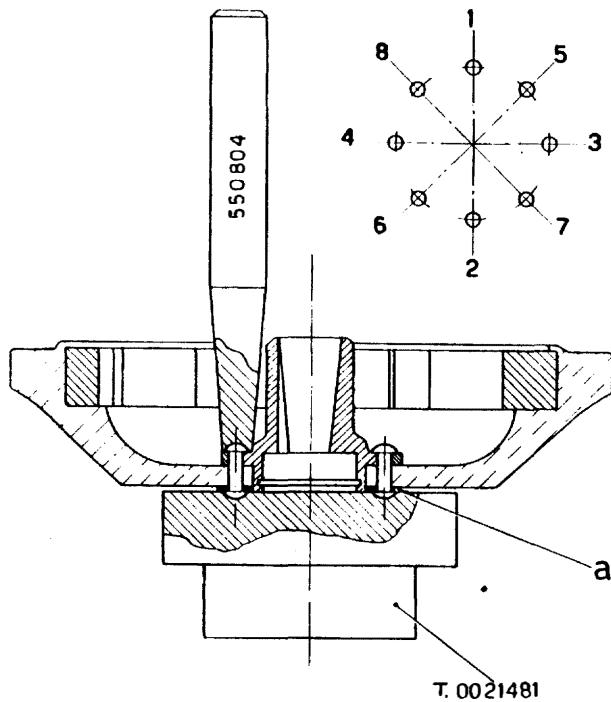

Fig. 22
3. - Remove the washer indicated by the letter «a» in fig. 22 and then extract the rivets using the punch 550805.
5. - Open out the internal diameters of the washer, indicated by «a» in fig. 22, to 4,5 mm. (For the above mentioned models of the Vespa G. S. open out the holes to dia. 5,5 mm).
Mount the washer on the external face of the rotor, the cam and oversized rivets then form the rivet heads as indicated in fig. 22 using the dolly T. 0021481 and punch 550804.
5. - Llevar a \varnothing 4,5 mm. los agujeros de la arandela «a» (ver fig. 22). Para las Vespas G. S. anteriormente citadas, llevar los agujeros a 5,5 mm. de diámetro. Montar la arandela sobre la parte exterior del rotor, la excéntrica y los remaches aumentados de medida; remachándolos según el orden indicado en la fig. 22 con la matriz T. 0021481 y el punzón 550804.